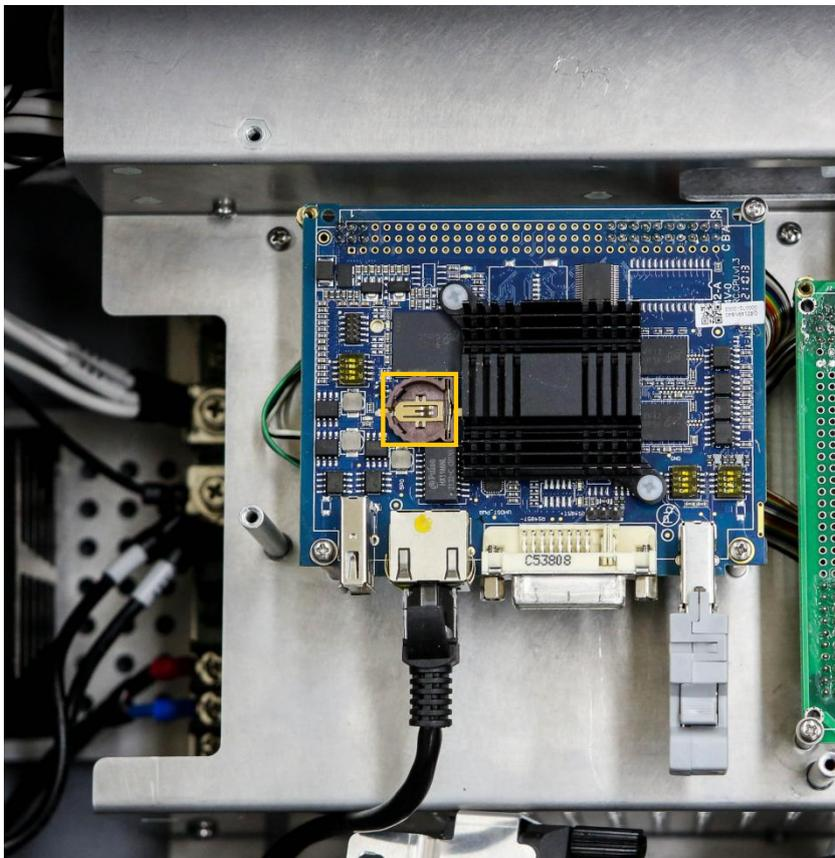

图 5-6：电池安装位置
- 用十字螺丝刀拆下核心板上保护钣金上的 5 颗固定螺丝，取下钣金，找到核心板 3V 纽扣电池安装位置，如图 5-6 所示。